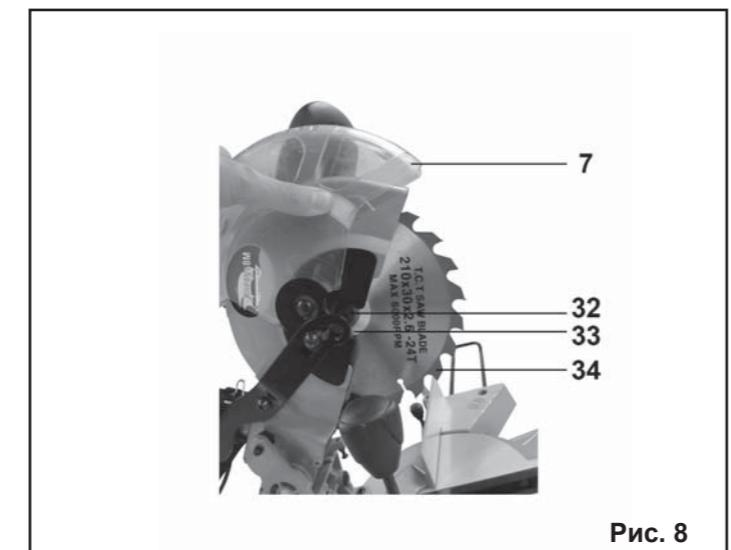
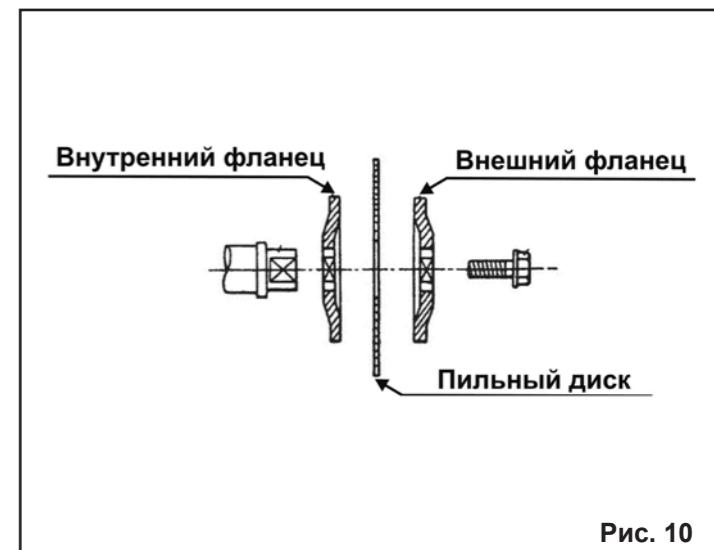

Рис. 8
Рис. 10
9.6.1. Снятие диска, Рис. 8
Для снятия пильного диска (34) выкрутите винты (32), и снимите защитный кожух (7), Рис.8.
Установите пильный диск (34) в соответствии с последовательностью, указанной на Рис.10 так, чтобы зубья пильного диска (34) были направлены вниз в передней части пилы, Рис.8. Положение надёжно закрепите винтом (32).
Не нажмайте на кнопку включения (35) не убедившись, что пильному диску (34) ничто не мешает, и пильный диск (34) свободно вращается, Рис. 8.
11.2. Регулировка угла наклона пиления 45° , Рис. 10,14